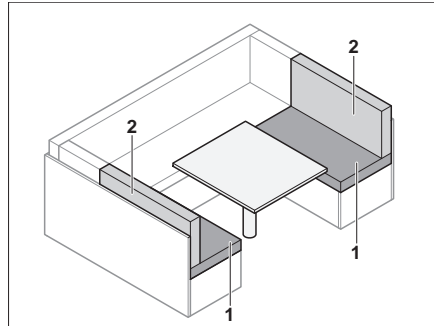

Bild 75 Före ombyggnaden
- Ta bort ryggdynan (Bild 75,2).